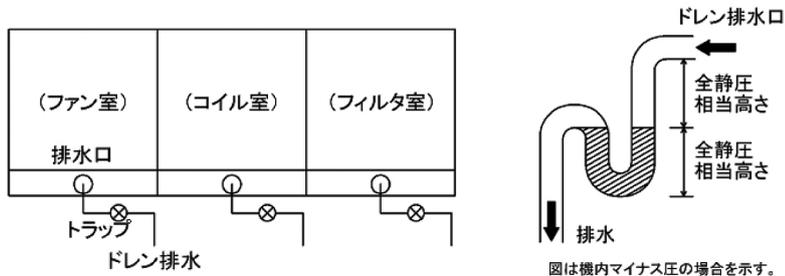

図 7-3 ドレン配管施工および水封トラップ高さ
- ドレン排水口の水封トラップ高さは最小限、ファンの全静圧分設けてください。空気調和機停止時、機内にドレン排水が滞留しないようにトラップ高さに注意してください。（図 7-3 参照）
- ドレン排水管の集合接続等、管内の圧力によって排水が逆流するおそれがある施工を行わないでください。（ドレン排水管には排水口それぞれに封水トラップを設け別々に配管してください。）（図 7-3 参照）